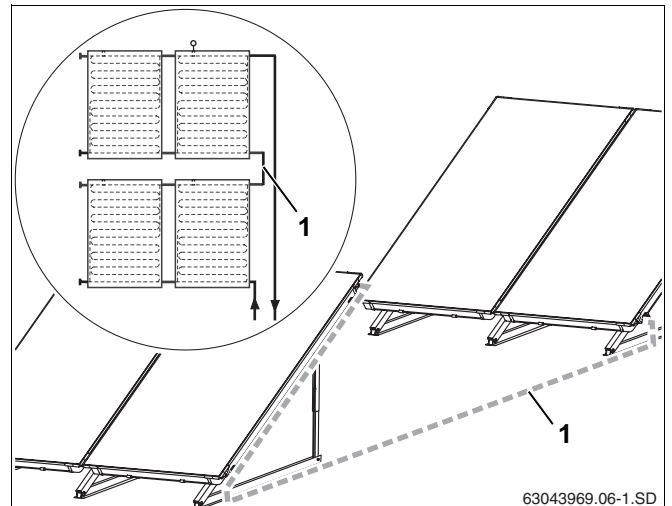

Bild 61 Två solpanelsrader bakom varandra
För att koppla samman två solpanelsrader (bild 61, **pos. 1**) krävs ytterligare en byggsats.